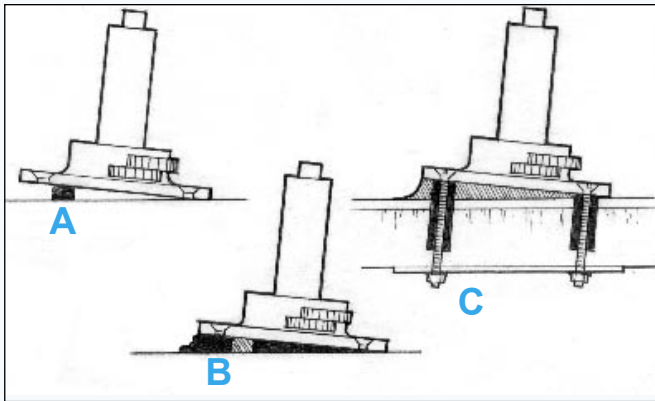

Abbildung 19 Bringen Sie das Fundament mit Hilfe eines Klötzchens auf die gewünschte Höhe und füllen Sie den Hohlraum mit angedicktem Epoxidharz auf.
2. Befestigen Sie Klötzchen an der Grundfläche, um die Unterseite des Beschlages auf die gewünschte Höhe anzuheben und anzupassen (z. B. an Deck angepaßtes Fundament, Abbildung 19„A“).
4. Positionieren Sie den Beschlag, stellen Sie ihn auf die Klötzchen (Abbildung 19„B“) und drehen Sie die Schrauben ein.
5. Verstreichen Sie das überschüssige Epoxidharz um das Fundament in die gewünschte Form der Hohlkehle (Abbildung 19„C“). Lassen Sie das Epoxidharz vollständig aushärten, bevor Sie den Beschlag belasten. Schützen Sie freiliegendes Epoxidharz vor UV-Strahlen. (Weitere Angaben finden Sie unter „Das Finish“ auf Seite 29).